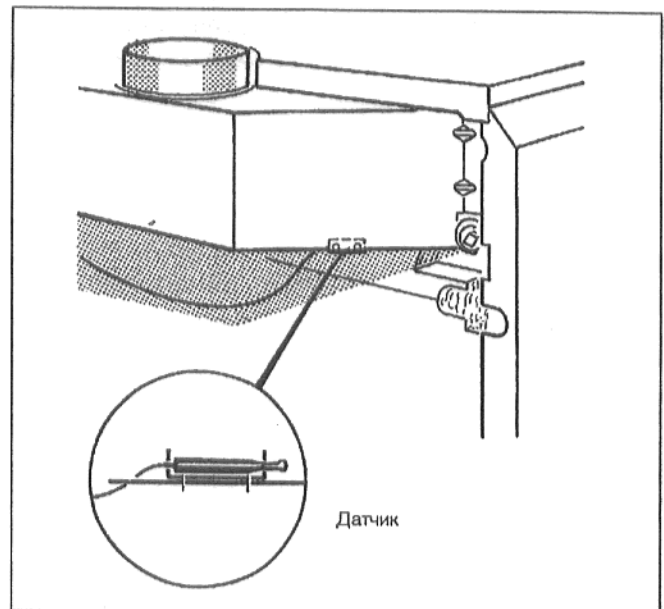

Рис. 34. Датчик устройства контроля отходящего газа AW50 на G334 XZ
- Отвинтить датчик температуры отходящего газа от предохранителя потока или от коллектора отходящего газа (Рис. 34).